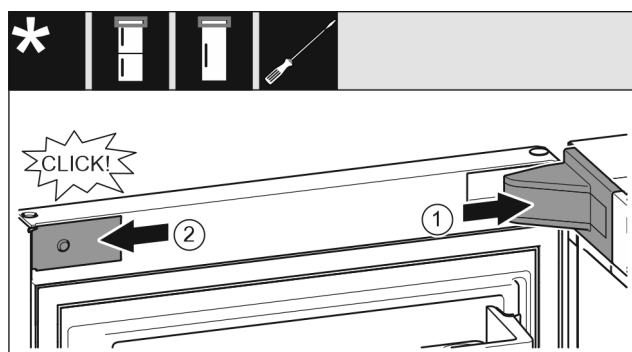

Fig. 18
- Lagerbockabdeckung aufsetzen und einrasten, ggf. vorsichtig auseinanderdrücken. Fig. 18 (1)
- Blende seitlich ansetzen und einrasten. Fig. 18 (2)